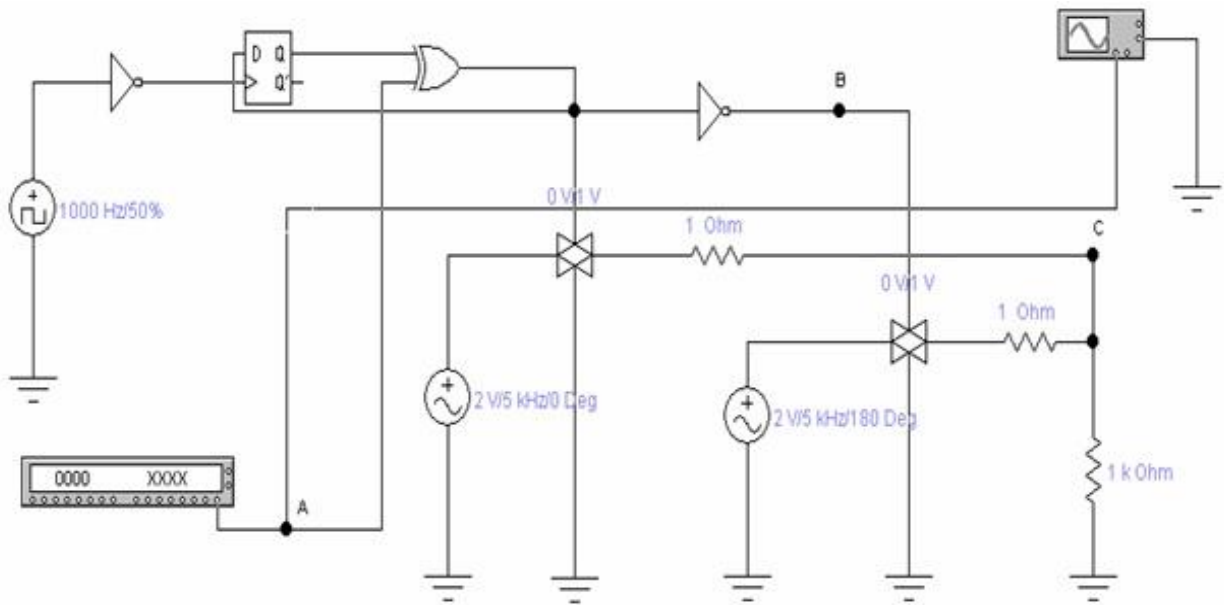

Рисунок 7.1 – Схема дослідження
- 5.1 Зібрати схему для проведення досліджень (рисунок 7.1).